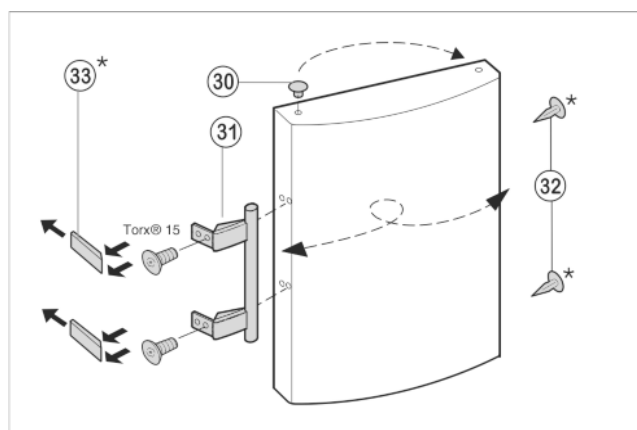

Fig. 8
- ▶ Wyciągnąć wkładkę *Fig. 8 (30)* z zawiasu drzwi i przełożyć na drugą stronę.
- ▶ Zdemontować uchwyt drzwi *Fig. 8 (31)*, zatyczki *Fig. 8 (32)* oraz płytki dociskowe *Fig. 8 (33)* i przełożyć je na przeciwną stronę.